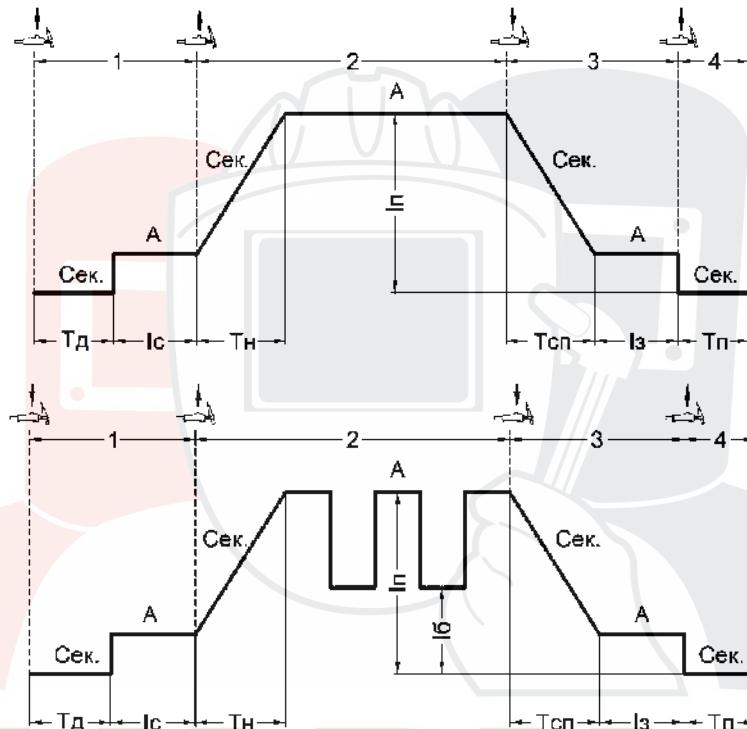

Рис. 7.7. Режим работы аппарата 4Т и 4Т в импульсном режиме.
**Четырехтактный режим (4T)** рекомендуется использовать при длине сварочных швов свыше 200 мм (См. рис. 7.7).